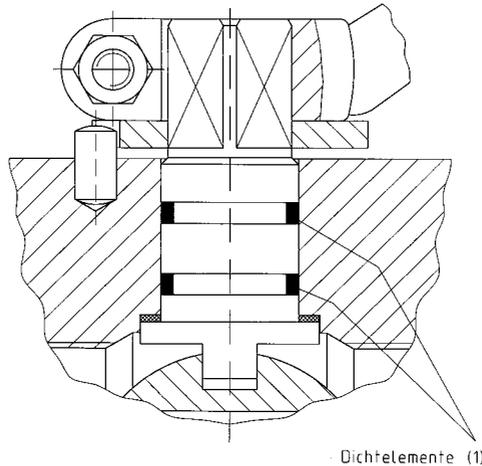

Abb.6
Die Spindeldurchführung ist durch zwei Dichtelemente (1) gegen austretendes Medium gesichert (siehe Abbildung 6).
Wenn eine Einpressung notwendig ist, wird eine Dichtmittelpatrone in die Dichtmittelpresse eingelegt, die Verschlussmutter vom Einpresskopf entfernt und der Anschluss der Dichtmittelpresse über den Einpresskopf geschoben (siehe Abbildung 6).